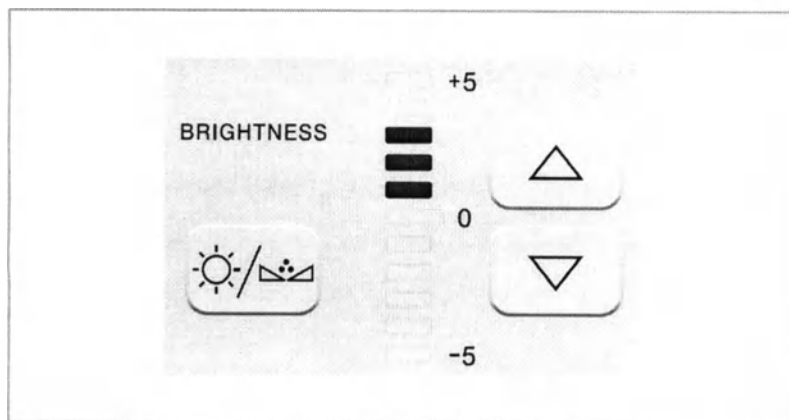

Рисунок 4.7
2. С помощью  выберите [BRIGHTNESS] и проверьте, чтобы уровень индикатора и яркость отображаемого на мониторе изображения изменялись при нажатии  и  (см. рисунок 4.7).